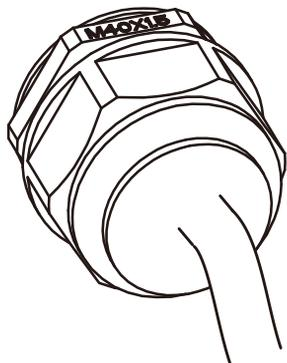

图5.11 拧紧AC接线盒
3) 将AC接线盖旋回外壳，拧紧所有螺丝，拧紧防水保护接头，如图5.11所示